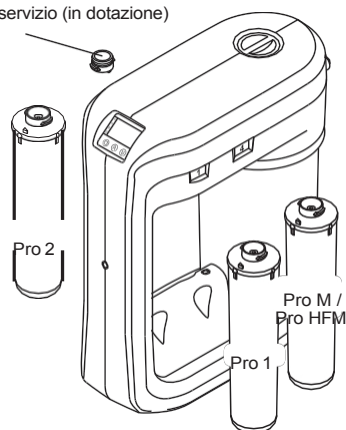

Fig. 10
- Installare le cartucce come mostrato nella Fig. 10.